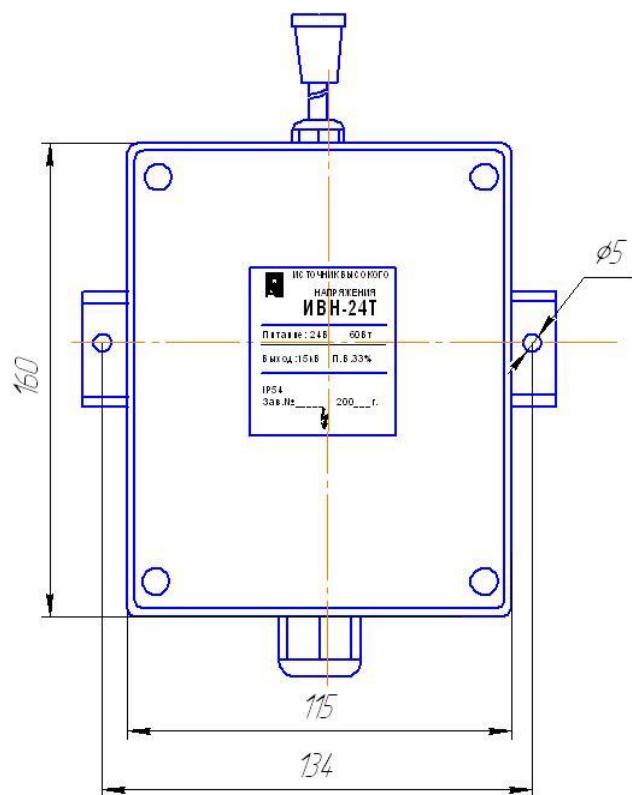

Рис.1.
6.3 Закрепить ИВН на объекте винтами М5х40 и гайками М5 (2шт) в соответствии со схемой рис.1.